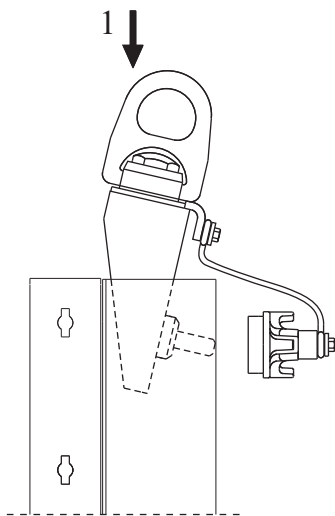

Abb.170
Zuerst wird die Flügelmutter abgeschraubt und der Kranbügel in den Innenraum des GE's eingeführt (1)-(Abb.170).